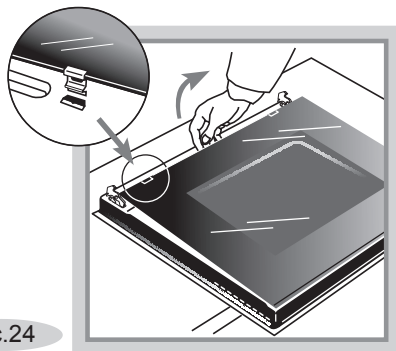

Рис.24
- Чтобы помыть стекла дверцы со всех сторон, **внутреннее стекло можно легко снять**. Для этого потяните за край стекла, как показано на рис. 24